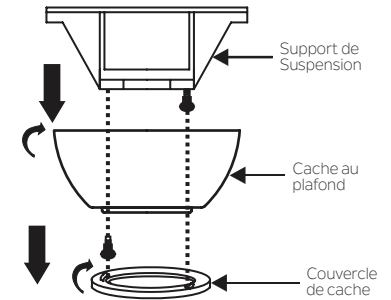

Fig. 5
**Étape 1.** Retirez le couvercle décoratif du fond du cache en le tournant dans le sens antihoraire. (Fig. 5)
**Étape 2.** Retirez le support de montage au plafond du cache en retirant (et en mettant de côté) l'une des deux vis. Desserrez la vis restante d'un demi-tour. (Fig. 5)